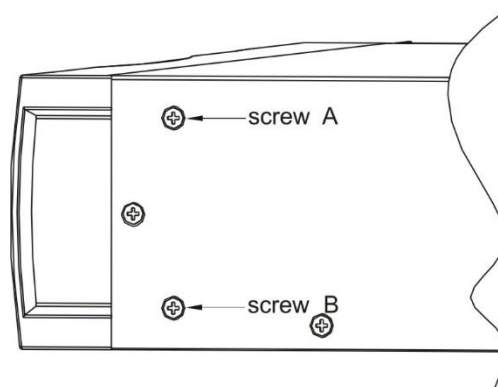

Fig 10 Assiemaggio staffe per allestimento Cabinet
- ③ avvitare le due viti M4 descritte in Fig 10 (simmetriche su entrambi i lati,per un totale di quattro).